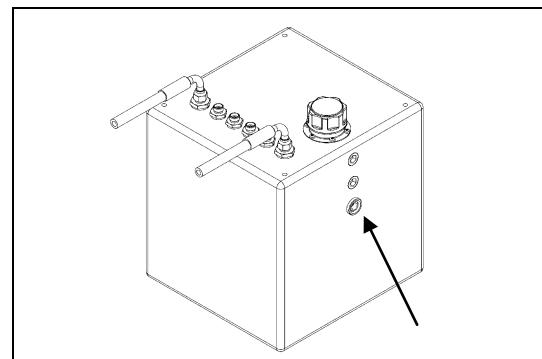

fig. 6.5.9
Prima di ogni utilizzo, controllare visivamente il livello dell'olio idraulico attraverso l'indicatore sul serbatoio. Il livello deve trovarsi al centro dell'indicatore. Rabboccare se necessario tramite il tappo di riempimento. (*fig. 6.5.9*).
- rabboccare il serbatoio dell'olio idraulico e controllare il livello attraverso l'apposito indicatore (*fig. 6.5.9*).